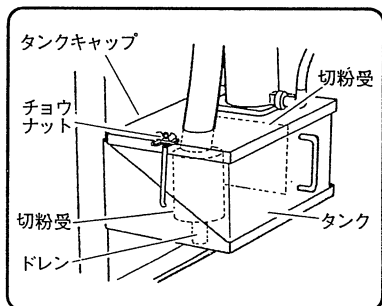

図 31
(5) タンクは下部のドレン（ゴム栓）（図31参照）を抜き研削液を出してから清掃してください。